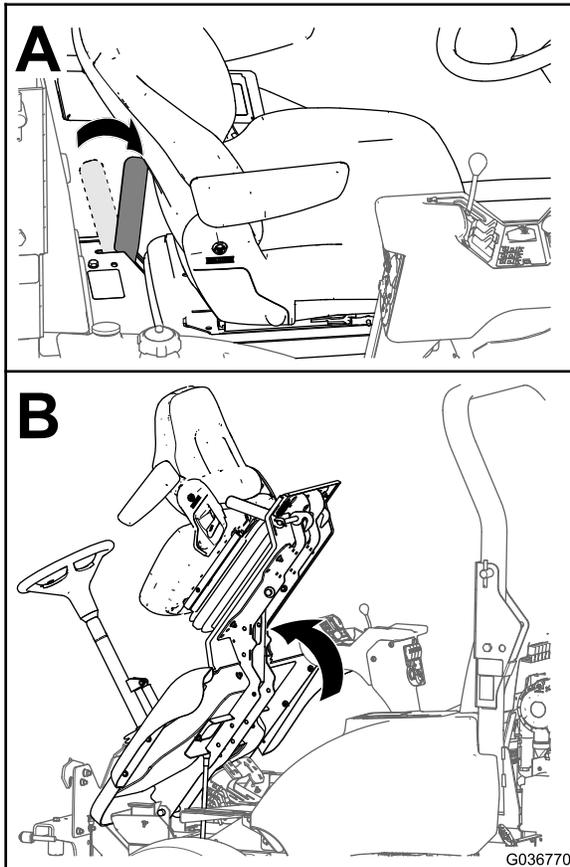

Figura 4
Mueva el asa del cierre de la plataforma a la posición de apertura e incline la plataforma del operador hacia delante, tal y como se muestra en la Figura 4.
1. Baje la plataforma con cuidado; consulte la Figura 4 en Elevación de la plataforma del operador (página 3).
2. A medida que la plataforma vaya acercándose a la posición de bajada, mueva la palanca del cierre de bloqueo hacia la parte delantera del cortacésped; consulte la Figura 4 en Elevación de la plataforma del operador (página 3).